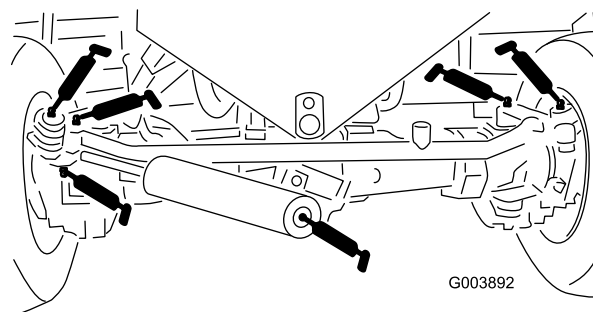

Figura 45
- 2 bocais na barra de direcção do eixo traseiro (Figura 45)
- 2 bocais nas rótulas do cilindro da direcção (Figura 45)
- 2 bocais nas articulações da direcção do eixo (Figura 45)
- 2 bocais na articulação do eixo traseiro (Figura 45)